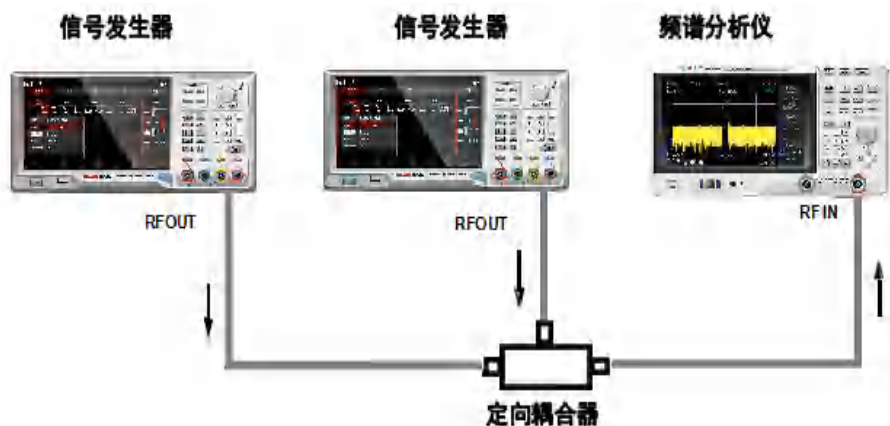

图 3-4: 获取两路信号的仪器设置
1. 如图 3-4 所示，将两个信号源通过定向耦合器连接到频谱分析仪的 RF IN 端口。
1. 如图 3-4 所示，将两个信号源连接到频谱分析仪的输入端口。